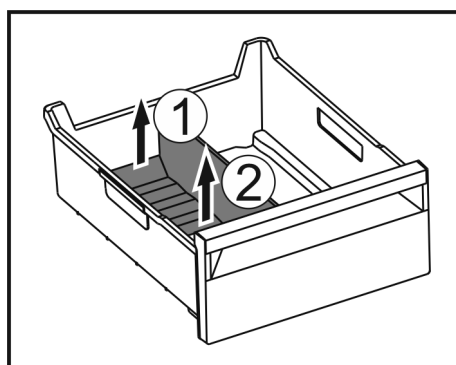

Fig. 168
- ▶ Løft den bageste del af frostrumsadskilleren. Fig. 168 (1)
- ▶ Tag frostrumsadskilleren op og ud. Fig. 168 (2)